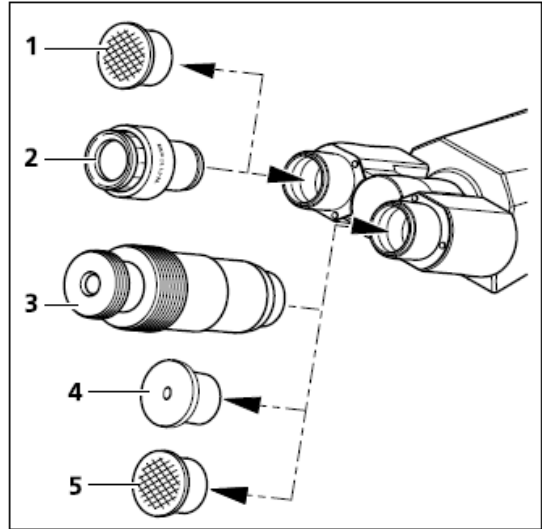

图. 3-6 安装目镜
- I 从双目观察筒上取下防尘的盖子（图 3-6/1 和 5）。
- I 从盒子中取下两个目镜（图 3-6/2），将其插入到双目观察筒，直到插不进去为止。
- I 为了检查和调中孔径光栏、相位环和暗视场光阑的调中相位和暗视场光阑，您可以将一个辅助调节目镜（图 3-6/3）插入目镜位置。并可通过调节前镜头来聚焦这些光阑。
- I 辅助调节目镜（图 3-6/3,4）可用来观察锥偏光图像